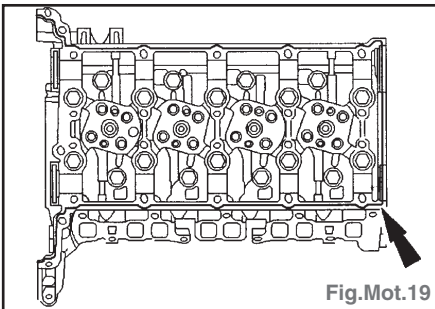

Fig.Mot.19
- Appliquer un cordon de 2,5 mm de diamètre de Loctite 510 sur le plan de joint de la culasse (Fig.Mot.19).